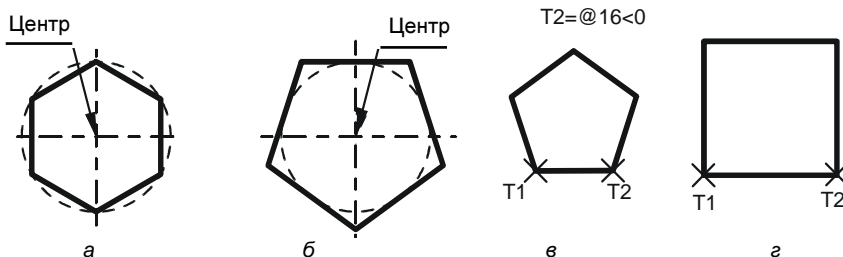

Рис. 12. Пример выполнения команды **Многоугольник**
Многоугольник может быть вписанным в окружность или описанным вокруг нее (рис. 12, а и рис. 12, б).
Многоугольник также может быть построен путем задания его стороны (рис.12, в и рис. 12,г). В этом случае после задания числа сторон многоугольника следует выбрать опцию *Edge (E)* - Сторона (С) и указать длину стороны.